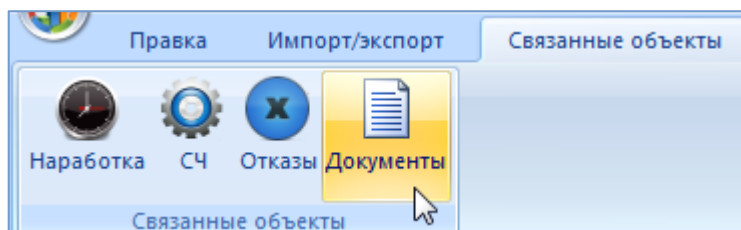

Рис. 13-367 – Открытие окна связанных объектов «Документы»
3) Выбрать состояние в рабочем окне «Простои» и нажать кнопку «Документы» панели «Связанные объекты» (рис. 13-367).